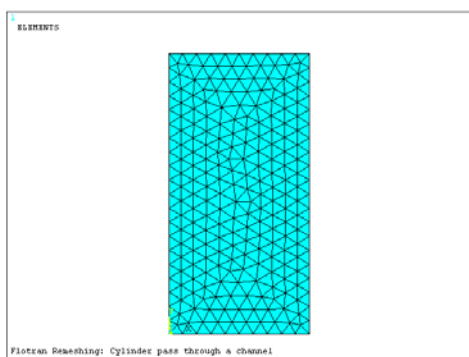

图 9-108 面 A1 的网格模型
⑦在“MeshTool”对话框（如图 9-105 所示）的“Mesh”选择列表中选择“Areas”，在“Shape”后选择“Tri-Free”，单击“Mesh”按钮会弹出“Mesh Areas”对话框，用鼠标选择面 A1，单击“OK”按钮会生成面 A1 的网格，如图 9-108 所示。
⑧单击“MeshTool”对话框中“Element Attributes”选择列表后的“Set”按钮，会